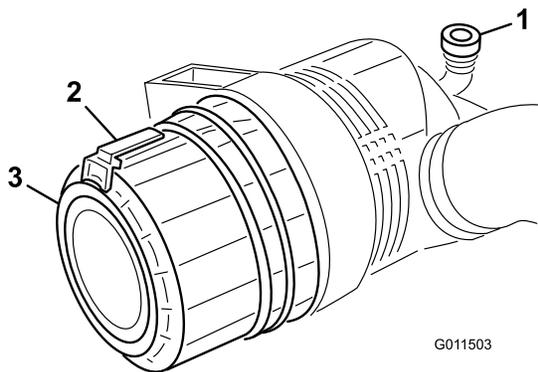

Figura 51
1. Tire hacia fuera del enganche y gire la tapa del limpiador de aire en el sentido contrario a las agujas del reloj (Figura 51).